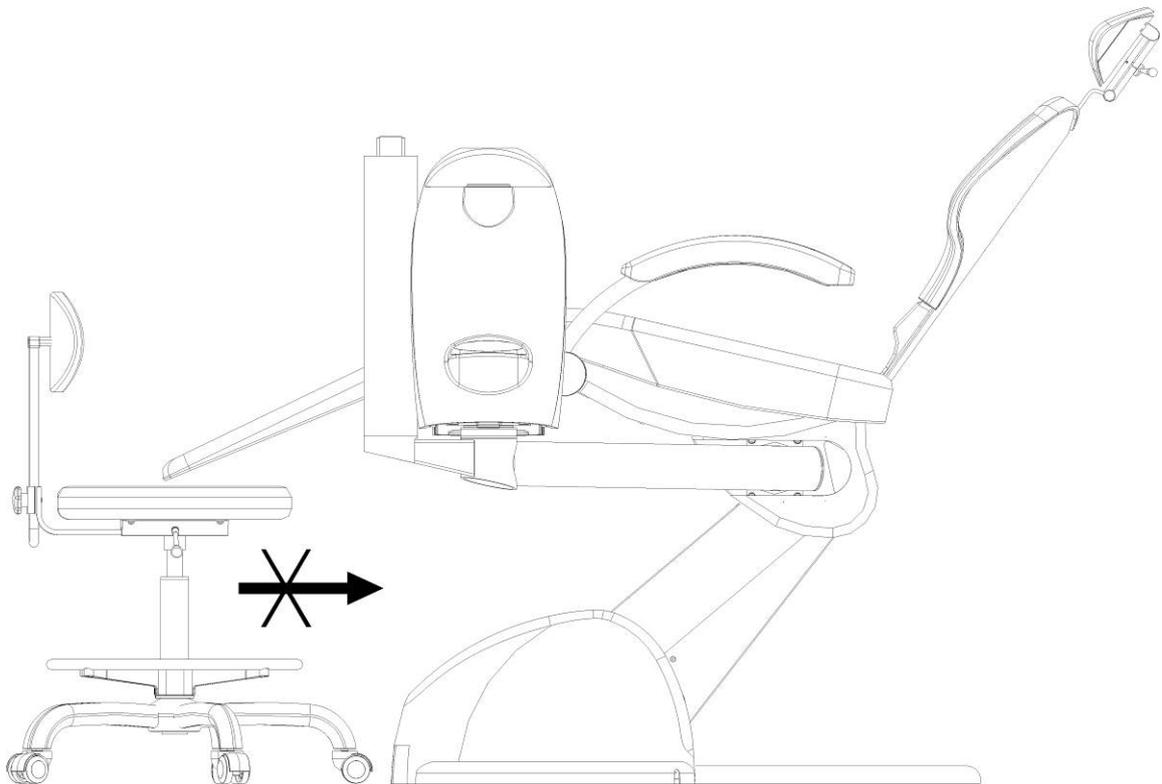

Fig. 9
- Non posizionare alcun oggetto sotto il sedile della poltrona. La mancata osservanza di queste istruzioni potrebbe comportare dei danni all'apparecchiatura o lesioni. (fig.9)